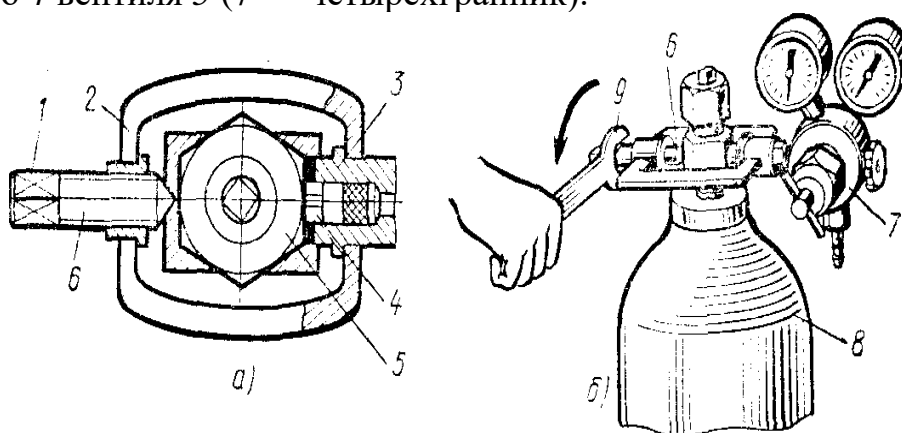

Рис. 8
3.4. Взять редуктор, надеть хомут 2 (рис. 8, а) на вентиль ацетиленового баллона так, чтобы посадочное место 3 вошло в гнездо 4 вентиля 5 (7 — четырехгранник).
3.6. Взять гаечный ключ 9 и винтом 6 закрепить редуктор 7 на баллоне 8 (рис. 8, б).